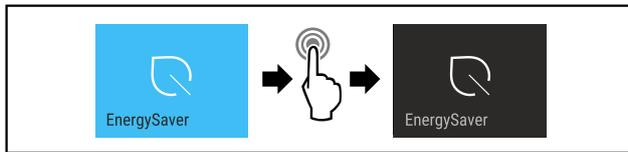

Fig. 15
► Suivre les étapes (voir Fig. 15).